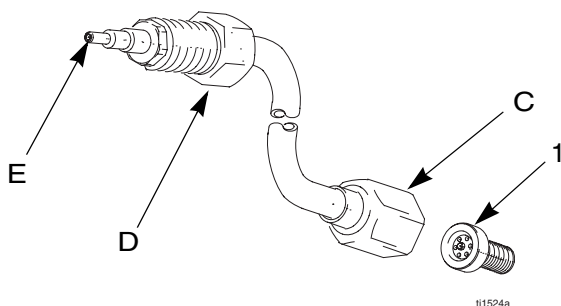

Fig. 11 Remplacement du tuyau produit
2. Desserrer l'écrou inférieur du tuyau produit (C). Voir FIG. 11.
3. Dévisser l'écrou supérieur du tuyau produit (D) avec précaution.